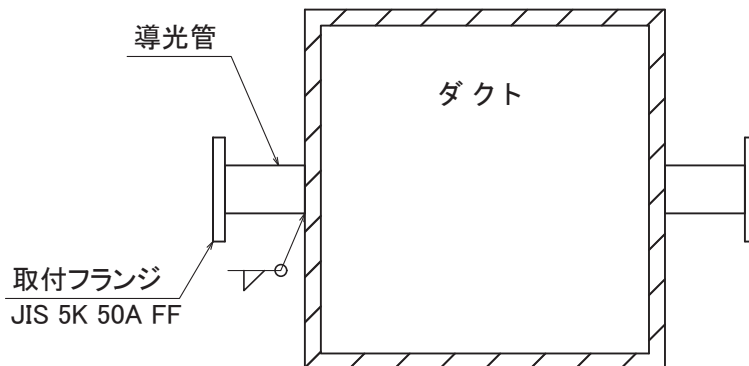

図 3-1：導光管取付図
(1) 取付場所
(2) 導光管の取付
- ・ ダクトに投・受光器取付のための導光管及び取付フランジを設置します(図 3-1 参照)。